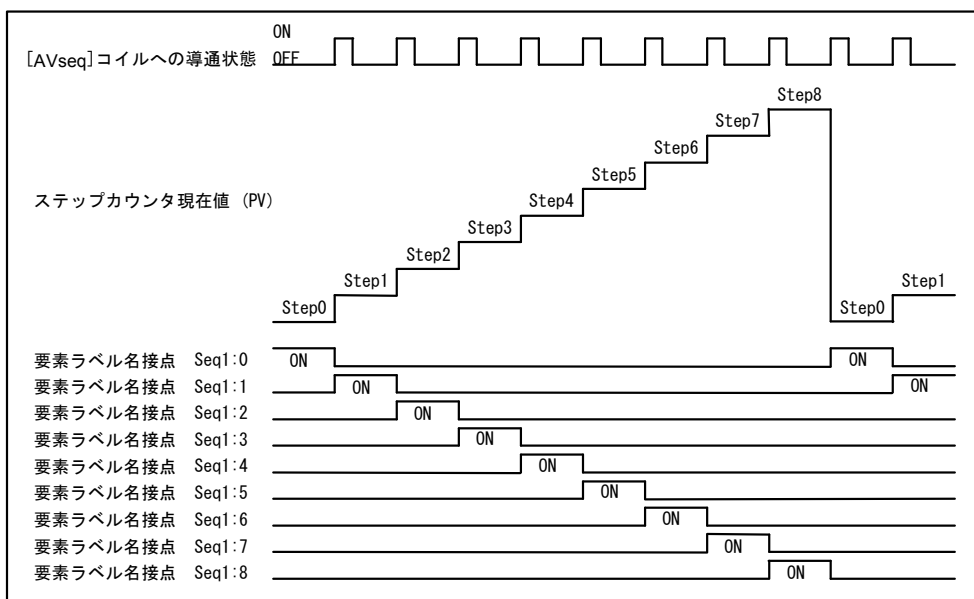

図 5.7
特殊機能コイルのアドバンスシーケンサ Advance Sequencer [AVSeq] をプログラムに組み込んでください。特殊機能アドバンスシーケンサ [AVSeq] コイルを非導通から導通の状態 (ON 入力) にするとカウンタの現在値 PV は “0” から 1 つづカウントアップしてステップシーケンサを 1 ステップごとに切り替わり動作 (ON) します。(図 5.7 参照) この動作内容は同じ特殊機能のリバーシブルアップカウンタと同様です。ステップカウンタが設定値 SV の最終ステップに達すると次の開始ステップ “0” に戻り、次のサイクルのステップに移行します。